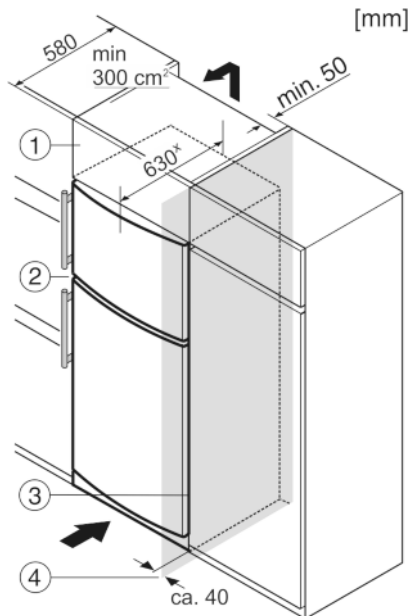

Fig. 10
- (1) Mobile da appoggio
- (2) Apparecchio
- (3) Mobile da cucina
- (4) Parete
L'apparecchio può essere incassato in mobili da cucina. Per adattare l'apparecchio Fig. 10 (2) all'altezza della cucina componibile, è possibile applicare sopra l'apparecchio un mobile da appoggio Fig. 10 (1).
Si la cocina posee armarios (profundidad máx. 580 mm), el aparato se puede colocar directamente junto al armario de cocina Fig. 10 (3). El aparato sobresale 34 mm * por los lados y 50 mm * en el centro del aparato respecto al frente del armario de cocina.
Se l'apparecchio con cerniere viene installato accanto ad una parete Fig. 10 (4), la distanza minima fra l'apparecchio e la parete deve essere almeno di 40 mm, che corrisponde alla sporgenza della maniglia con la porta aperta.